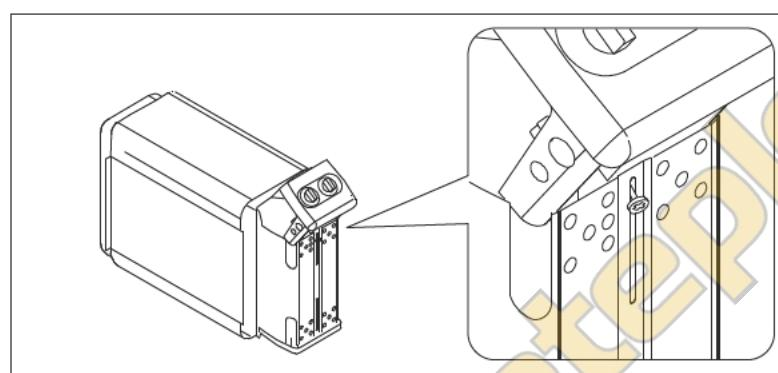

Рисунок 8.
- Когда кабель присоединен, торцевая часть с приборами управления осторожно возвращается в электрокоробку. См. рис. 8. Перед затяжкой крепежного шурпра убедитесь, что край электрокоробки находится в дне паза торцевой части.
- Каменка гибким проводом подсоединяется к соединительной коробке (рис. 8: А) на стене сауны. Соединительная коробка должна быть брызгозащищенной и находиться на расстоянии не выше 500 мм от пола.
- В качестве кабеля (рис. 8: В) следует использовать резиновый кабель типа H07RN-F или подобный. **ВНИМАНИЕ! Использование кабеля с ПВХ-изоляцией запрещено вследствие его разрушения под воздействием тепла.**